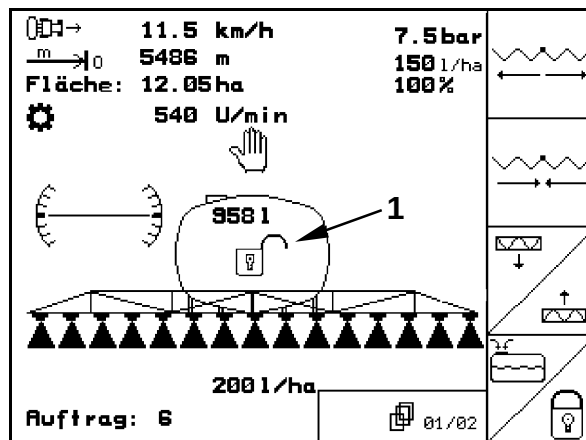

Fig. 136
- Le symbole du cadenas ouvert s'affiche au menu Travail (Fig. 136/1) si l'amortissement tri-dimensionnel est déverrouillé.